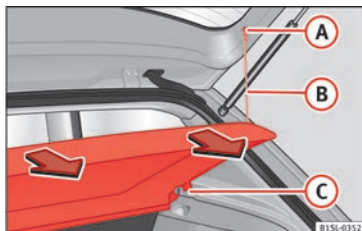

Fig. 137 En el maletero: desmontar y montar la bandeja del maletero.
- Desenganche los tirantes » **fig. 137** (B) de los alojamientos (A).
- Extraiga la bandeja del alojamiento (C), hacia arriba y posteriormente tire hacia fuera.